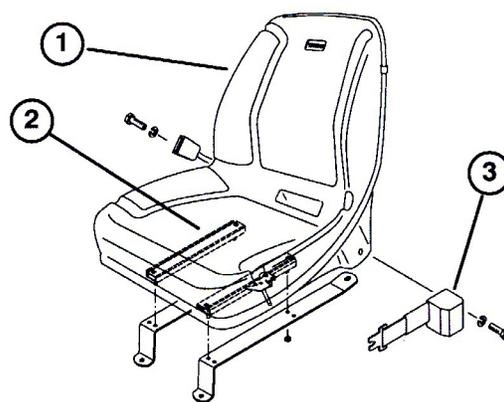

図5
2. シート・ストラップをシート・アジャスタに取り付ける (図5: 標準シートの場合にはフランジ・ナット4個を使用、デラックスシートの場合はキャップスクリュー、平ワッシャ、フランジ・ナット各4個を使用、いずれもシート・キットの付属部品)。
3. 座席左右の穴に、それぞれシートベルトを取り付ける (図5: ボルト2本とロックワッシャを使用)。必要な金具はすべて座席に付属している。